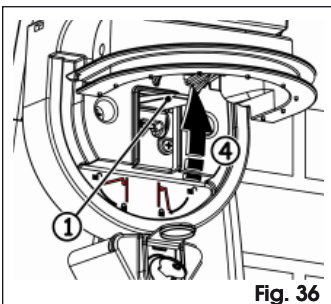

Fig. 36
3. Tirare la leva di sblocco sino al suo arresto, Fig. 36 rif. ①.